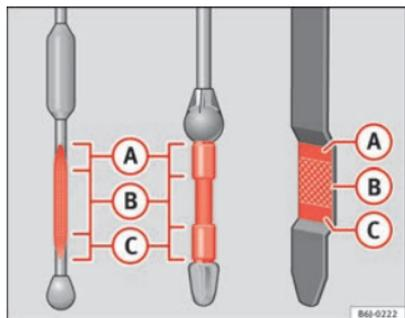

Abb. 117 Ölmesstab
- Ziehen Sie den Messstab anschließend wieder heraus und lesen Sie den Ölstand ab ⇒ Abb. 117. Füllen Sie gegebenenfalls Motoröl nach.